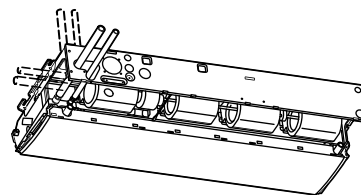

Fig. 3-51
- Las posiciones de las conexiones del tubo de refrigerante se muestran en la siguiente figura. (La tubería podrá dirigirse en 3 direcciones). (Fig. 3-51)
- * Si la manguera de drenaje se encuentra en el lado izquierdo, consulte la Fig. 3-51 y siga el procedimiento de arriba para instalar la manguera. Vuelva a fijar el tope de caucho retirado antes en el lado derecho.